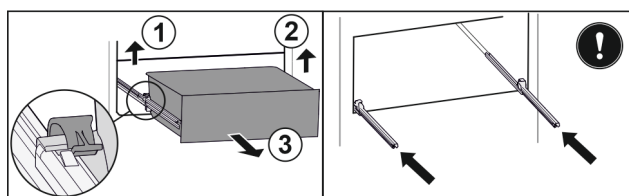

Fig. 183
- Zvedněte levou svorku a současně vytáhněte zásuvku vlevo dopředu. Fig. 183 (1)
- Zvedněte pravou svorku a současně vytáhněte zásuvku vpravo dopředu. Fig. 183 (2)
- Vyjměte zásuvku dopředu. Fig. 183 (3)